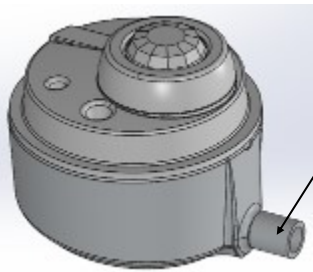

Fig. 2
2. Appliquez du ruban Teflon aux fils de la gousse Limelight en laissant environ 1/8" de fils exposés à l'extrémité. Faites passer les fils Limelight à travers le trou dans le côté du boîtier et l'assemblage de gousse dans le trou NPS de 3/8 situé sur le côté du boîtier. La section filetée devrait se prolonger de 1/4" dans le boîtier. Voir Fig. 2.